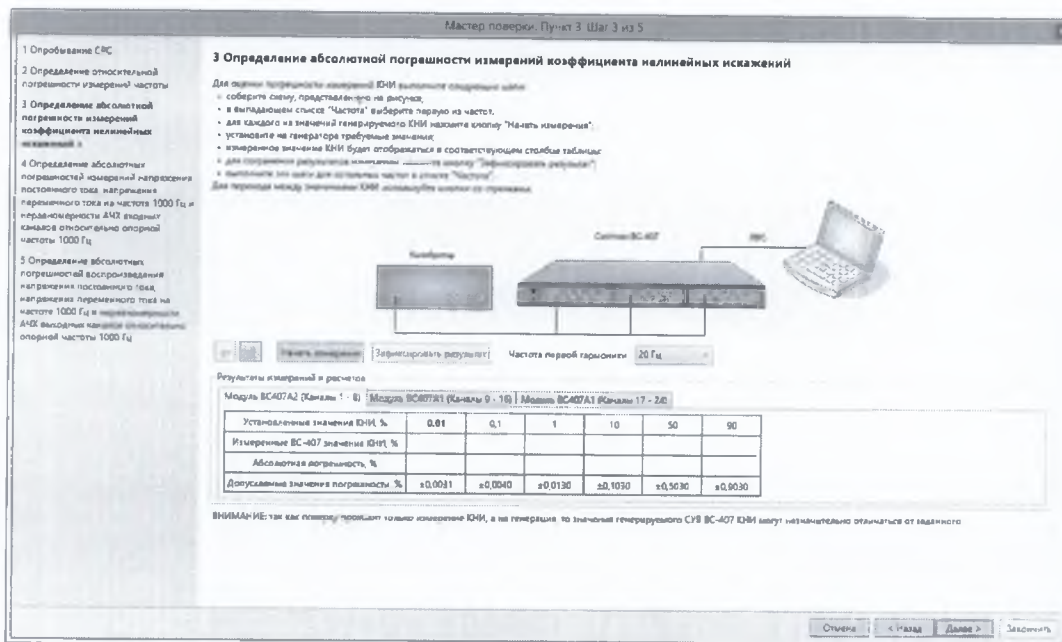

Рисунок 7.3.6
7.3.3.1 Собрать схему, изображенную в окне мастера поверки (рисунок 7.3.6). Калибратор-измеритель нелинейных искажений СК6-20 перевести в режим воспроизведения КНИ.